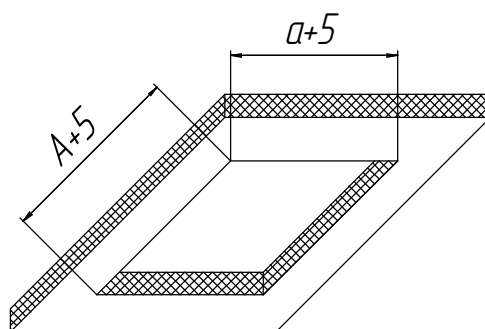

Рисунок 2 - Размеры ниши для установки светильника
5.3 Подготовьте в потолке нишу с соответствующими размерами (см. рисунок 2).